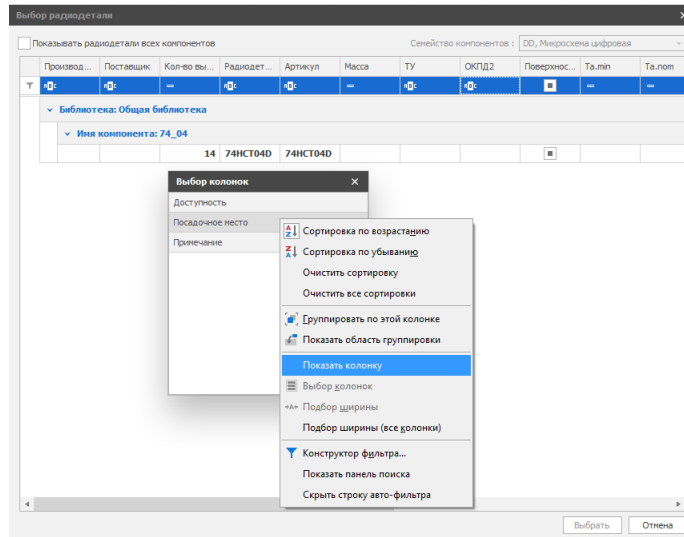

Рис. 93 Выбор восстанавливаемой колонки
3.1. В окне «Выбор колонок» выделить заголовок восстанавливаемого столбца и из контекстного меню выбрать пункт «Показать колонку», см. Рис. 93.